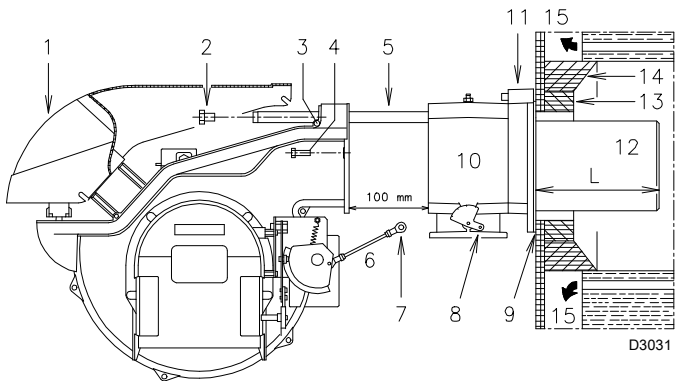
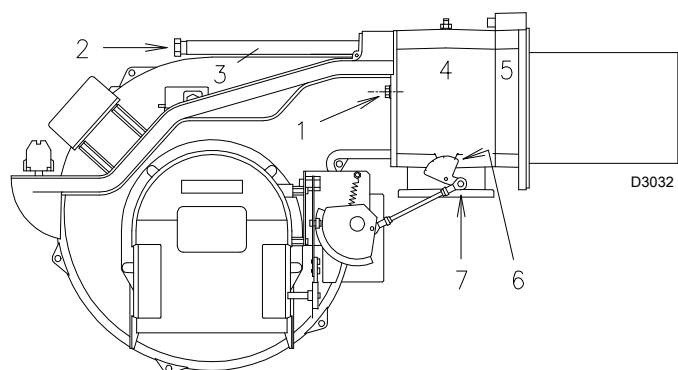

图 12
图 18
对于带水冷却前板的锅炉, 则不需要耐火材料制成的炉补 13)-14)(图 12), 除非锅炉制造商另有要求。
- 将燃烧头与燃烧器的其余部分分开 (图 12) :
执行完这一操作后（如果需要改操作），将法兰 11)（图 12）固定到锅炉钢板上，插入燃烧器随附的隔热垫 9)（图 12）。用防锁产品保护螺纹后，使用随附的 4 个螺丝固定。
燃烧头设定完成后,将燃烧器沿着滑杆 3)(图 18)重新安装到距离多歧管 4)(图 18)约 100 mm 处——燃烧器位置如图 12 所示——连接火焰检测探针电缆和点火电极电缆,然后将燃烧器向上推至接触多歧管,位置如图 18 所示。
将螺丝 2)(图 18)重新装到滑杆 3)(图 18)上。
通过拧紧螺丝 1)(图 18)将燃烧器固定到管路接口处。
将铰链 7)(图 18)重新与刻度区 6)(图 18)连接。